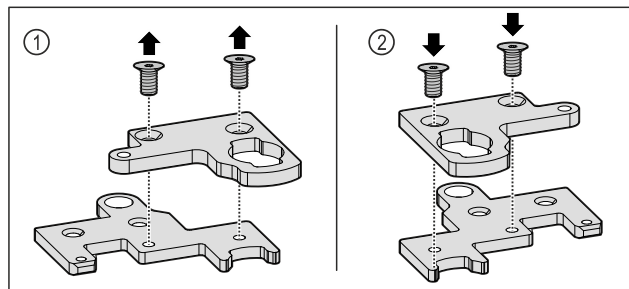

Fig. 35
- Išardykite dviejų dalių šarnyrinį kampuočių. Fig. 35 (1)
- Vėl surinkite dviejų dalių šarnyrinį kampuočių, pasukę 180°. Fig. 35 (2)